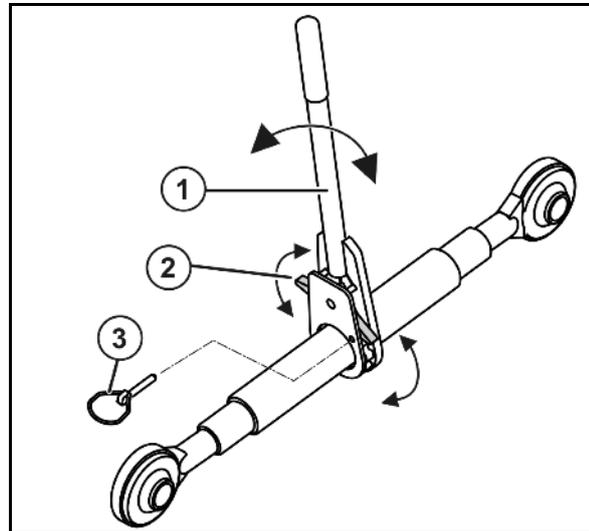

Fig. 36
1. Klappstecker (Fig. 36/3) entfernen.
2. Schwenkhebel (Fig. 36/2) entsprechend der gewünschten Drehrichtung einrasten.
3. Spindel über den Handhebel (Fig. 36/1) verlängern / kürzen.
4. Einstellung mit Klappstecker (Fig. 36/3) sichern.